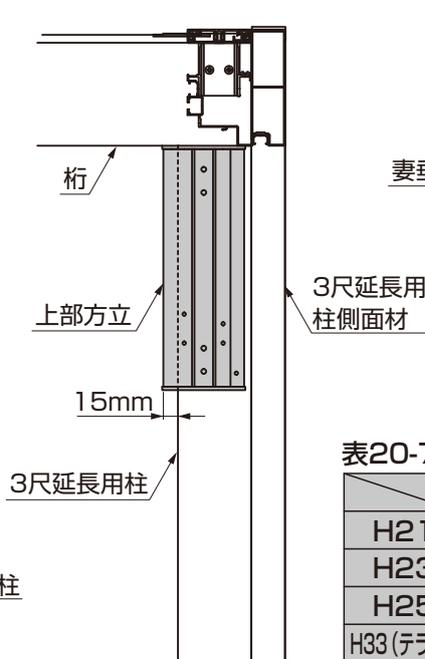

図20-20 柱側背面図
- 柱側の上部方立は、3尺延長用柱より15mm内側に取付けてください。(図20-20)
(2) 妻梁金具の取付け